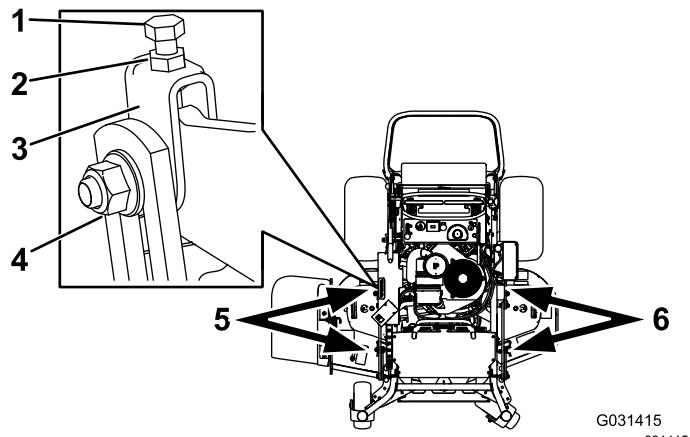

Figura 79
1. Afloje la tuerca lateral y la contratuerca de las horquillas que desea ajustar (Figura 79).
2. Gire el perno superior de las horquillas para ajustar la altura de la carcasa de corte (Figura 79).